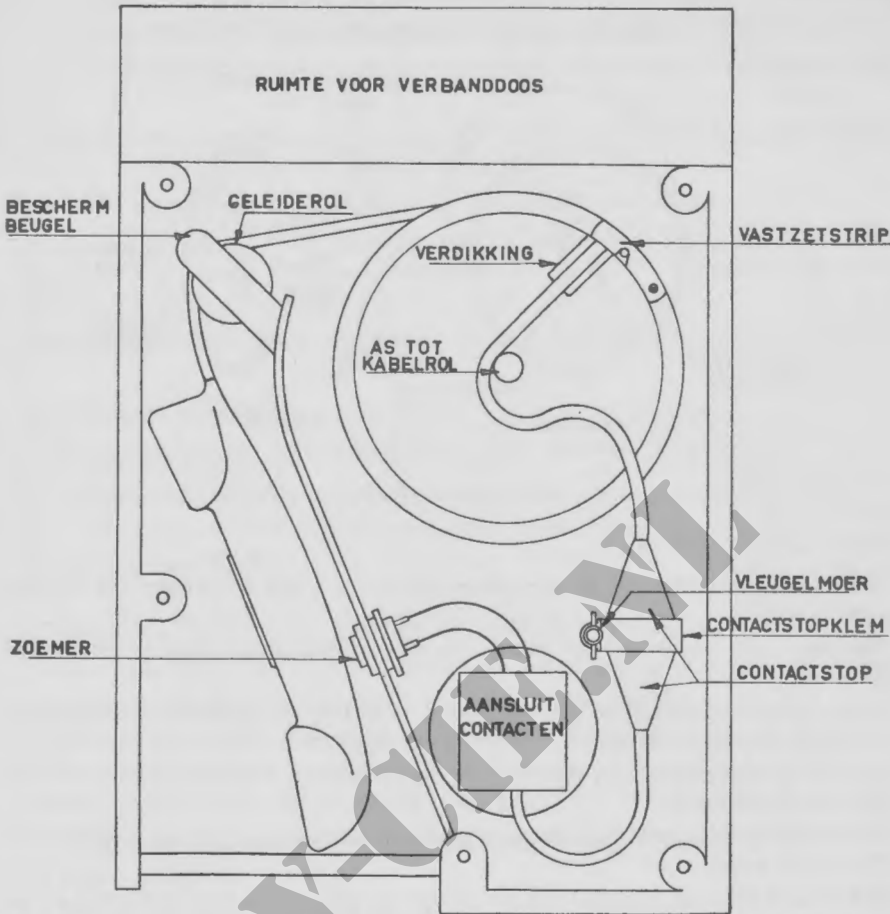

Fig. 72. Gepantserde infanterietelefoonkast
2. De haspel zit op de haspelas, welke verbonden is met de afstandbedieningsdoos nr IMk 2 naast de schutter. In de haspelopening bevinden zich twee contactstrippen, waarop de veldkabel wordt aangesloten. (zie fig 72).